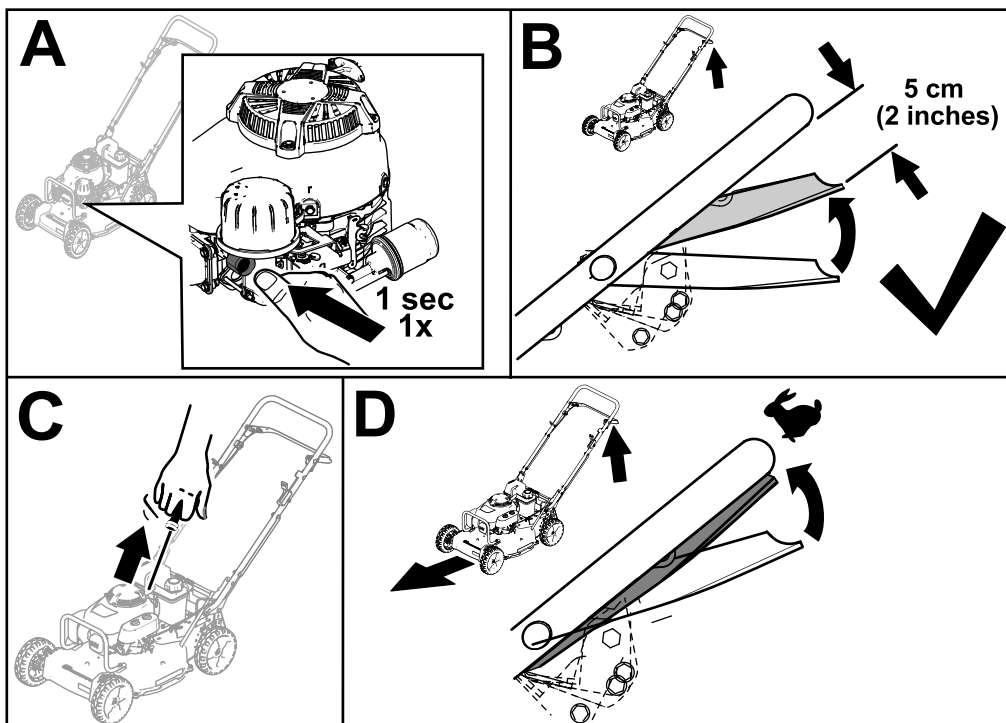

Figure 13
3. Appuyez fermement sur la poire de l'amorçeur pendant 1 seconde (encadré A de la Figure 13).
4. Maintenez la barre de commande de la lame à la position Marche/Changement à environ 5 cm (2 po) sous le guidon (encadré B de la Figure 13).
5. Tirez légèrement la poignée du lanceur jusqu'à ce que vous sentiez une résistance, puis tirez vigoureusement et laissez le câble se rétracter lentement jusqu'au guide sur le guidon (encadré C de la Figure 13).